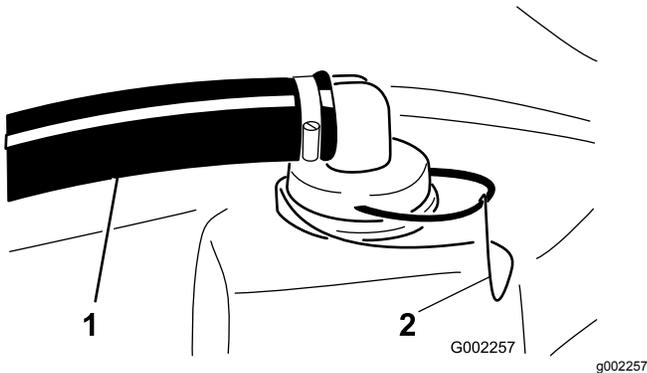

Bild 68
2. Nehmen Sie die Halterung vom roten Anschlussstück ab, an das der dicke Schlauch oben am Behälter angeschlossen ist (**Bild 68**).
3. Schließen Sie den Schlauch vom Behälter ab (**Bild 68**).